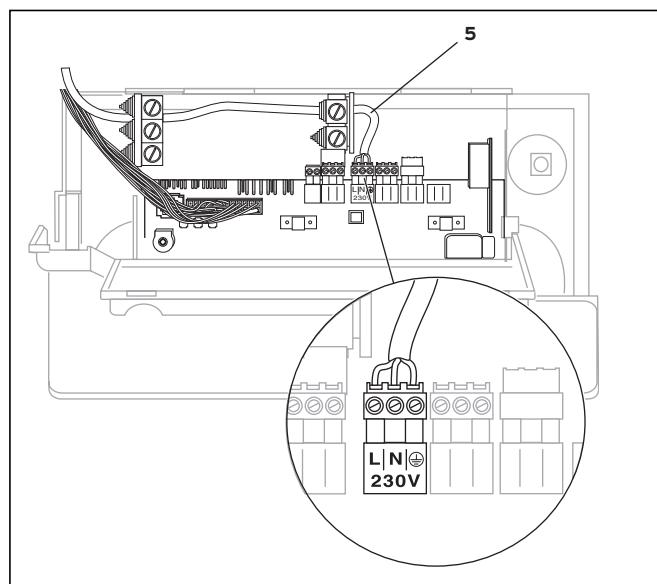

Fig. 4.10 Exemplu de introducerea a cablului
- Conectați cablul de legătură corespunzător fig. 4.10/ 4.11 la fișa ProE, respectiv prizele de fișe ale părții electronice.